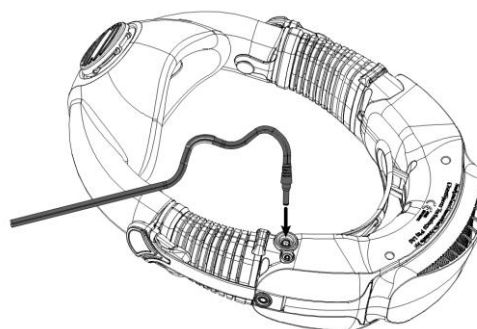

図 29—充電ポート
- ・ 内蔵バッテリーを充電するには、ブロワーを裏返しにします。次に、充電ポートの位置を確認します。図 29—充電ポートを参照してください。